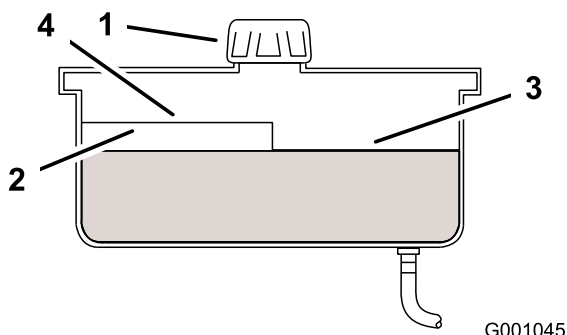

Figure 56
2. Nettoyez la surface autour du goulot de remplissage du réservoir hydraulique (Figure 56).
3. Enlevez le bouchon du goulot de remplissage et vérifiez si le réservoir contient du liquide (Figure 56).
Remarque: Lorsque l'huile est chaude, le niveau de liquide doit atteindre le haut du repère "à chaud" sur le déflecteur (Figure 56).